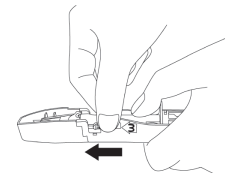
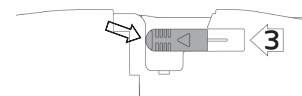

図3 スライダーの移動(ゆっくり)
図4 スライダー位置の確認
④ 挿入器のボディを親指で固定し、スライダーをゆっくり(約 3 秒をかけて)、上下方向に力が加わらないように注意しながら、矢印の方向(刻印 3)に止まるまで移動させ、レンズを押し進める(図 3)。スライダーが完全に(図 4 矢印の位置まで)突き当たっている事を確認する。移動したスライダーは戻さないこと。押し進めた後の状態で 3 分以上放置しないこと。